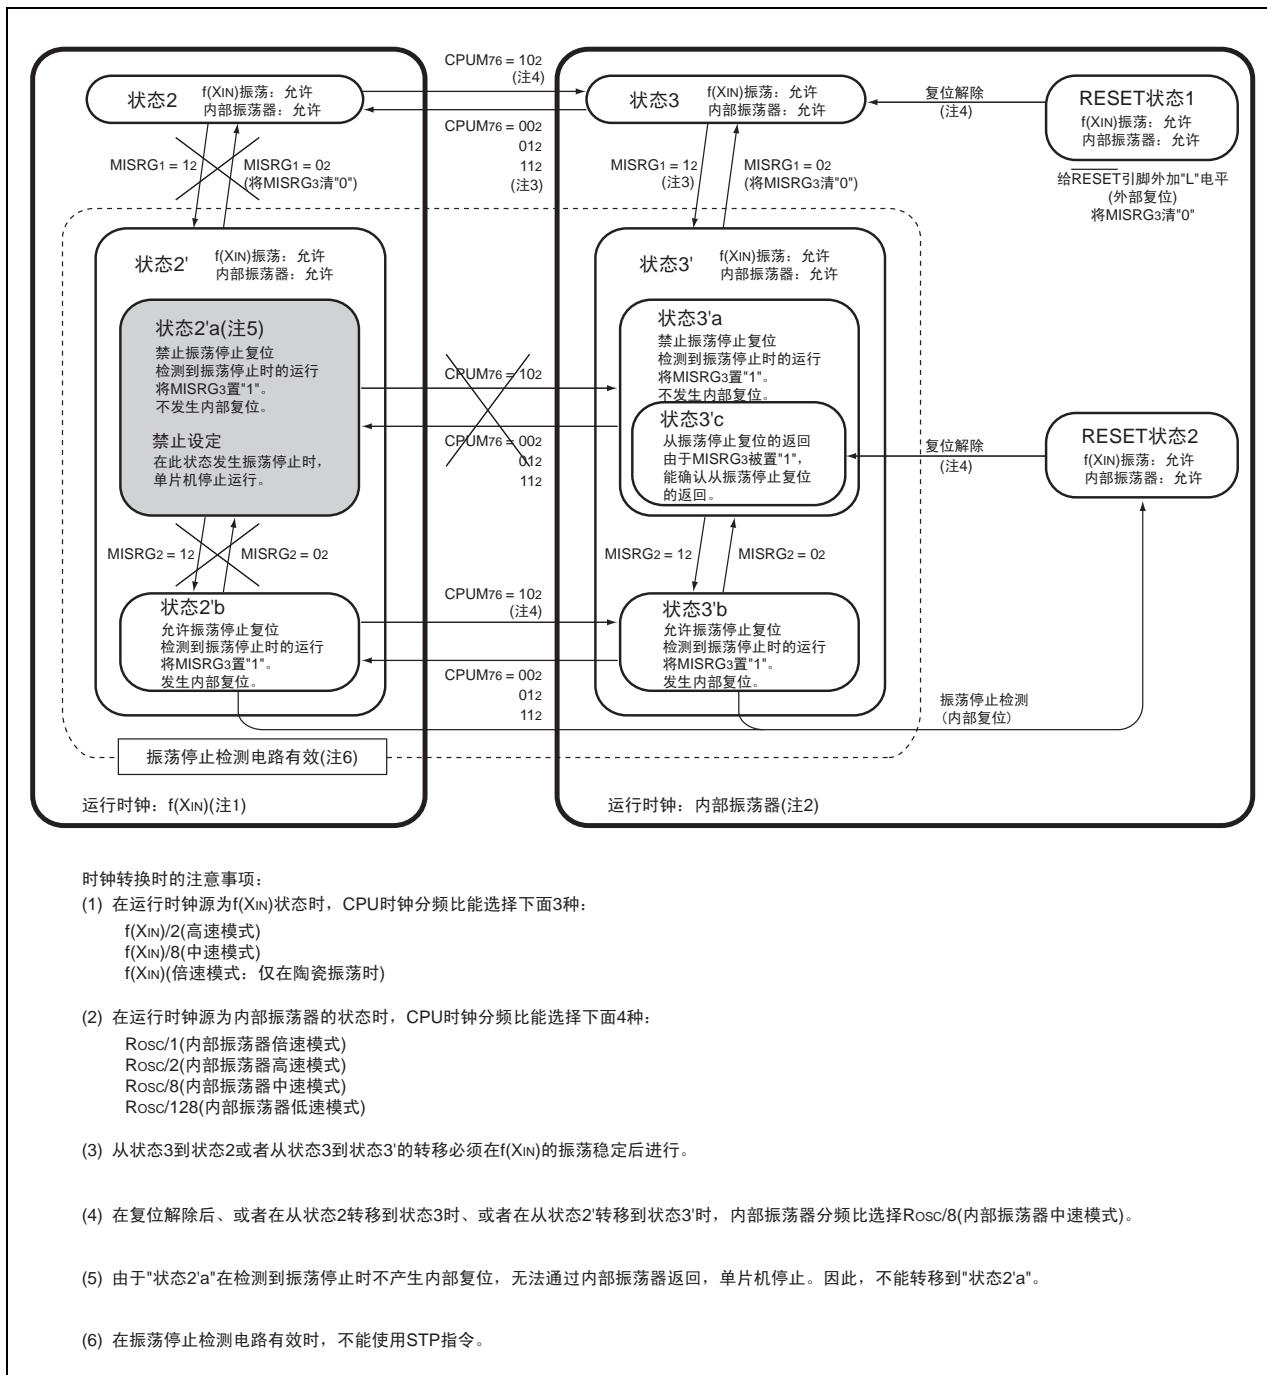

图 83 振荡停止检测电路的状态转移图
1. 由于在“图83 振荡停止检测电路的状态转移图”所记载的“状态2'a”，即使XIN的振荡停止，也不产生复位，并且单片机停止，因此不能转移到“状态2'a”。